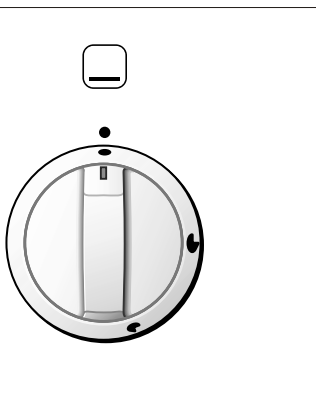

Fig. 4.1
- 3 - Appuyer à fond et tourner la manette du robinet du four (fig. 4.1) en sens antihoraire jusqu'à ce que le symbole représentant une grande flamme (débit max.) coïncide avec celui qui se trouve sur le tableau.